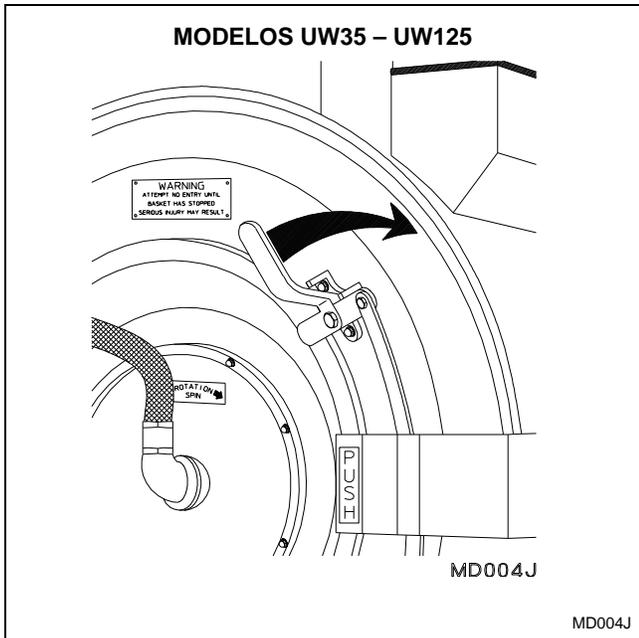

Figura 22
- En los modelos UW35 – UW125, use la mano derecha para girar el asidero de la puerta en el sentido de las agujas del reloj, y tire de la puerta hacia la izquierda para abrirla. Consulte la *Figura 22*.